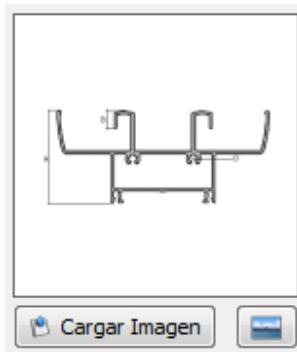

Figura 11.17 – Cuadro de Imagen, Botón Cargar Imagen, Botón Imagen.
- **Cuadro Imagen:** Permite visualizar la imagen de un elemento seleccionado, debajo del cuadro se encuentra disponible el botón Cargar Imagen y para perfiles el botón Imagen. *Figura 11.17.*